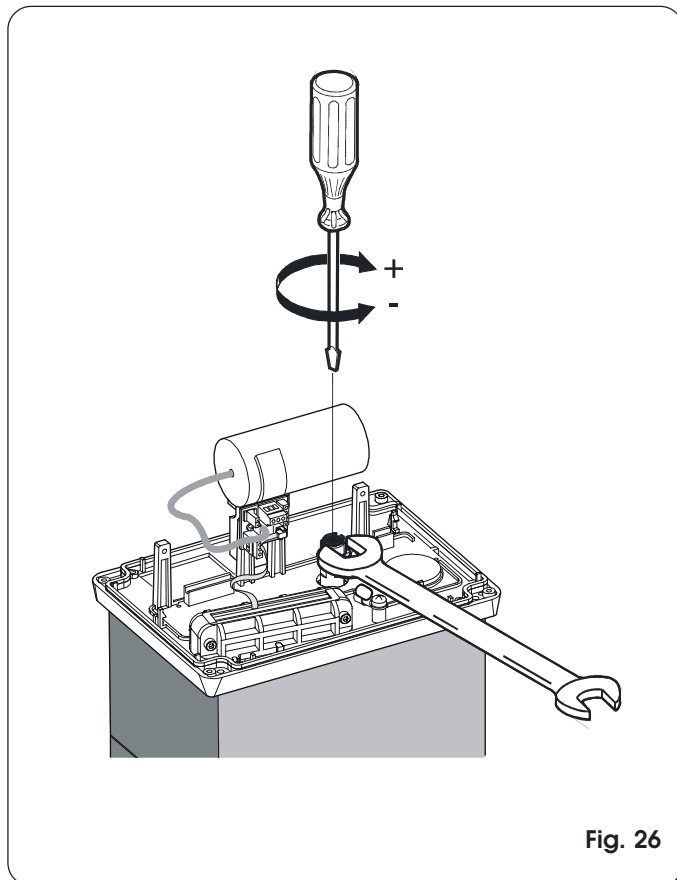

Fig. 26
- 2) Mantenere bloccato l'albero motore tramite una chiave inglese ed agire sulla vite di regolazione della frizione con chiave a brugola o cacciavite Fig. 26.